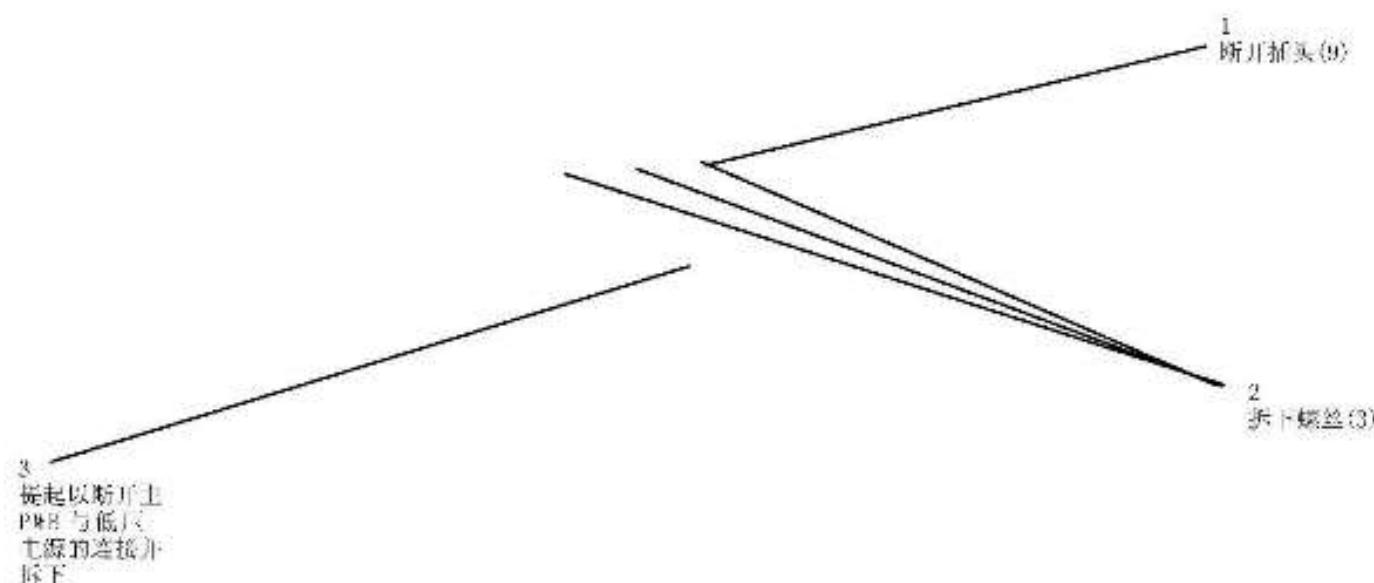

图 1 拆卸主线路板
4. 更换主线路板(图 1)。
1. 安装主线路板(与图1的步骤相反)。